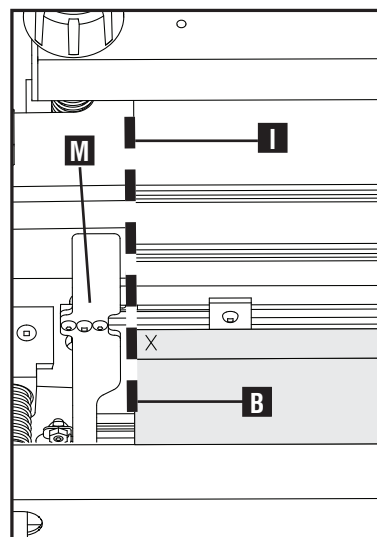

Fig. H10
6. Comme décrit à la rubrique « AGENCEMENT DU PROJET », s'assurer que le « bord avant » de la planche à tenonner (tablette) (B), fig. H10, est dirigée à gauche, avant de fixer la planche.
7. Placer la planche à tenonner (tablette) à la verticale contre l'avant de l'embase de l'appareil et inscrire un « X » sur le côté gauche en bout de planche, comme montré à la fig. H10. Aligner le bord gauche de la planche (B) avec le bord gauche de la surface texturée de l'embase de l'appareil (I).
8. Si le projet compte plusieurs tablettes (donc plus d'une coupe), on recommande de faire coulisser le guide de coupe gauche (M), fig. H10, jusqu'à ce qu'il affleure le bord gauche de la planche à tenonner et de le serrer à l'avant de l'appareil. Il sera alors possible d'utiliser le guide de coupe comme référence pour les planches à tenonner suivantes.